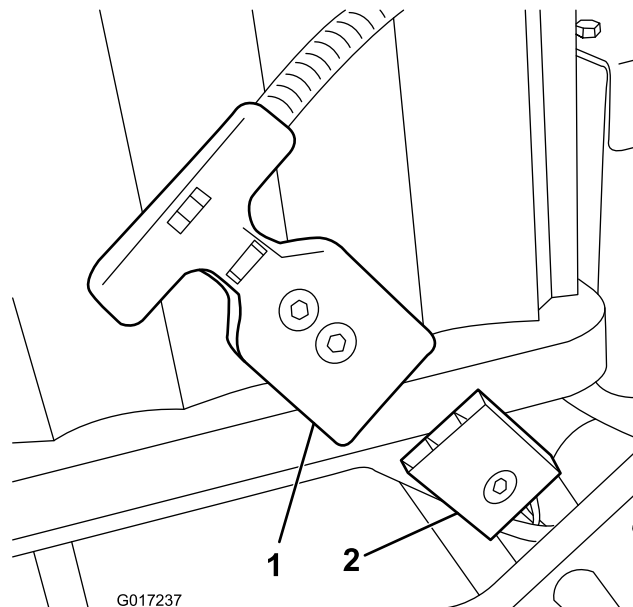

Bild 14
6. Schließen Sie den T-Griff am eFlex am Batteriepackanschluss an (Bild 14).